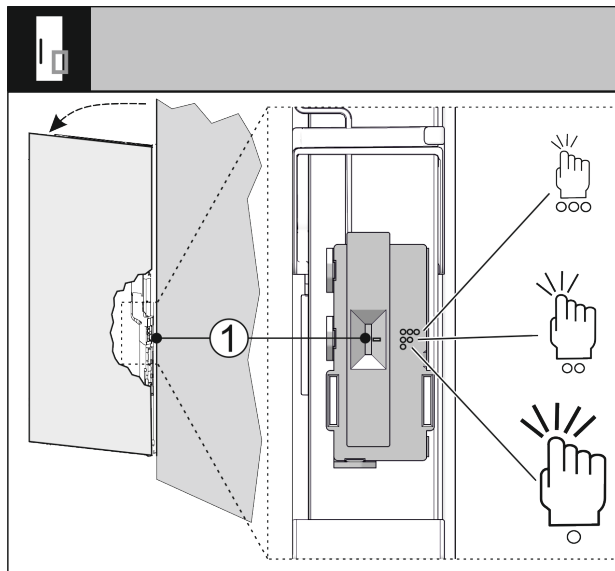

Fig. 32
U kunt de gevoeligheid van de klopsensor via een schakelaar Fig. 32 (1) instellen. De schakelaar zit aan de scharnierzijde op het onderste derde deel van de deur.
- ▶ Schuif de schakelaar Fig. 32 (1) naar de gewenste schakelaarstand.